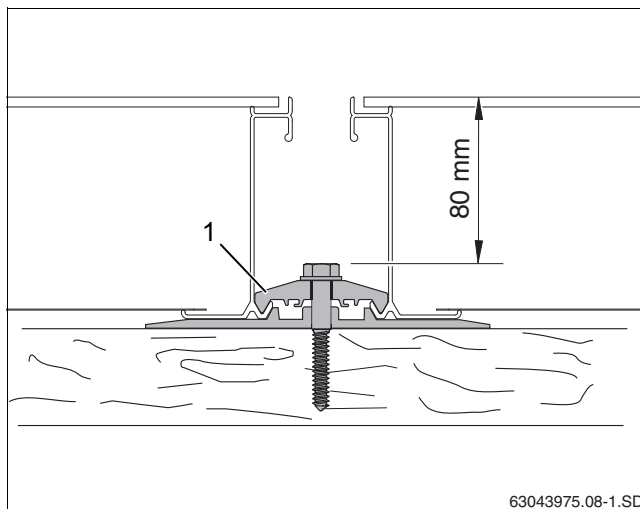

Рис. 28 Затягивание двухстороннего прижима
- ▶ Затяните винт двухстороннего прижима (рис. 28, [1]). Для этого используйте торцовый гаечный ключ SW 10 длиной минимум 80 мм.